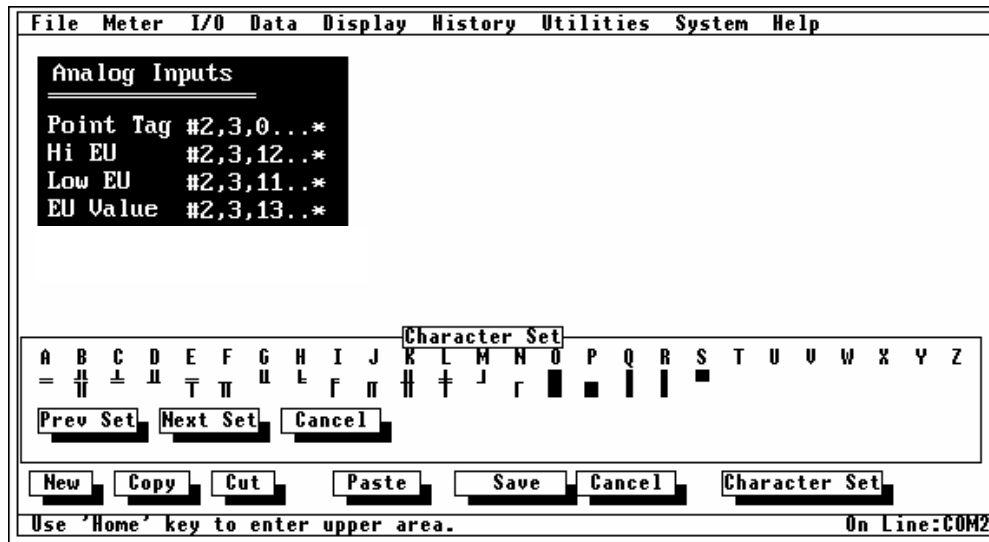

Figura 6-17. Copiando dados de um Display Padrão
2. Clique e arraste seu cursor até o campo da última saída de dados ativos. Observe a Figura 6-17.